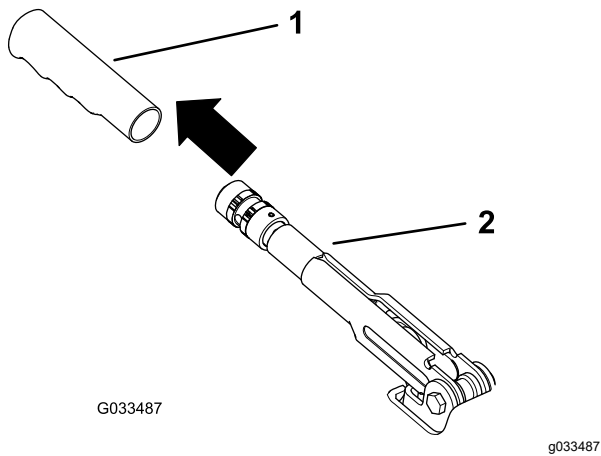

Bild 59
1. Nehmen Sie den Gummigriff vom Feststellbremshebel ab (Bild 59).
5. Befestigen Sie den Gummigriff am Feststellbremshebel (Bild 59).